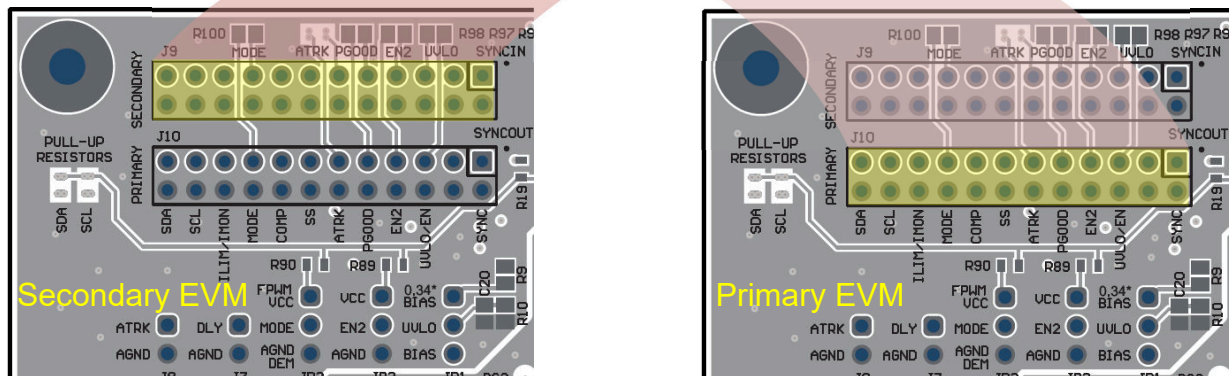

图 3-2. 使用带状电缆连接主 EVM 和辅助 EVM
4. 使用带状电缆连接主 EVM 的 J10 和辅助 EVM 的 J9。请参阅图 3-2。